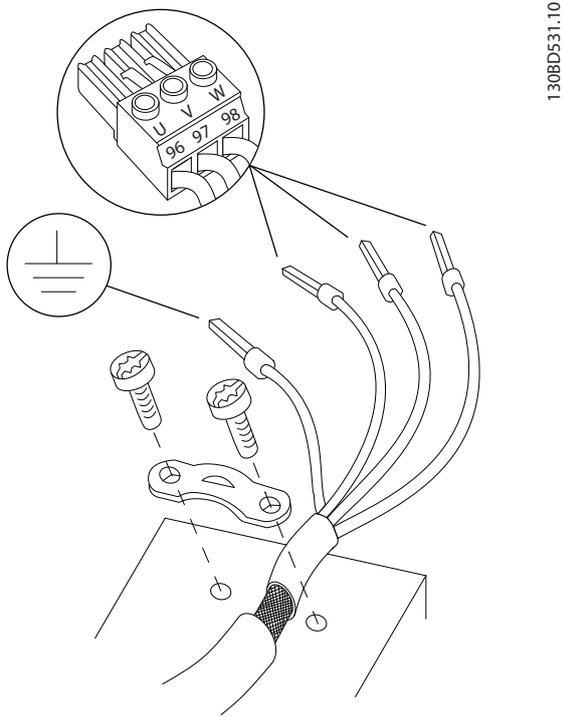

Ilustración 4.3 Conexión del motor
3. Conecte el cable de puesta a tierra al terminal de conexión a tierra más cercano, según las instrucciones de conexión a tierra que aparecen en el *capítulo 4.3 Toma de tierra*. Consulte la *Ilustración 4.3*.
4. Conecte el cableado del motor trifásico a los terminales 96 (U), 97 (V) y 98 (W), consulte *Ilustración 4.3*.